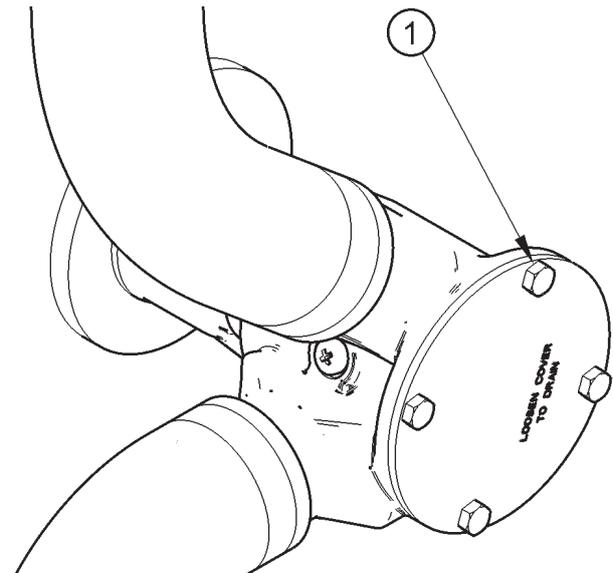

Figura 6
2. Suelte los cuatro tornillos (Figura 6, elemento 1) que sujetan la placa del extremo de la bomba de agua auxiliar y quite la placa. Al retirar la placa saldrá un poco de agua de la bomba.